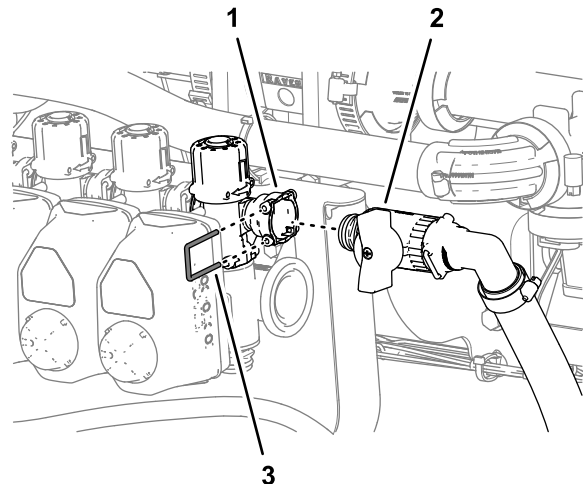

图114
1. 将旁通切断阀的快速断开接头安装到旁通阀的快速断开接头槽图114。
2. 用在 调整旁通软管的位置——带可选手喷枪杆套件或电动软管卷套件的机器 (页码 39) 的步骤 3 中卸下的卡环图114固定旁通切断阀的快速断开接头和旁通阀。